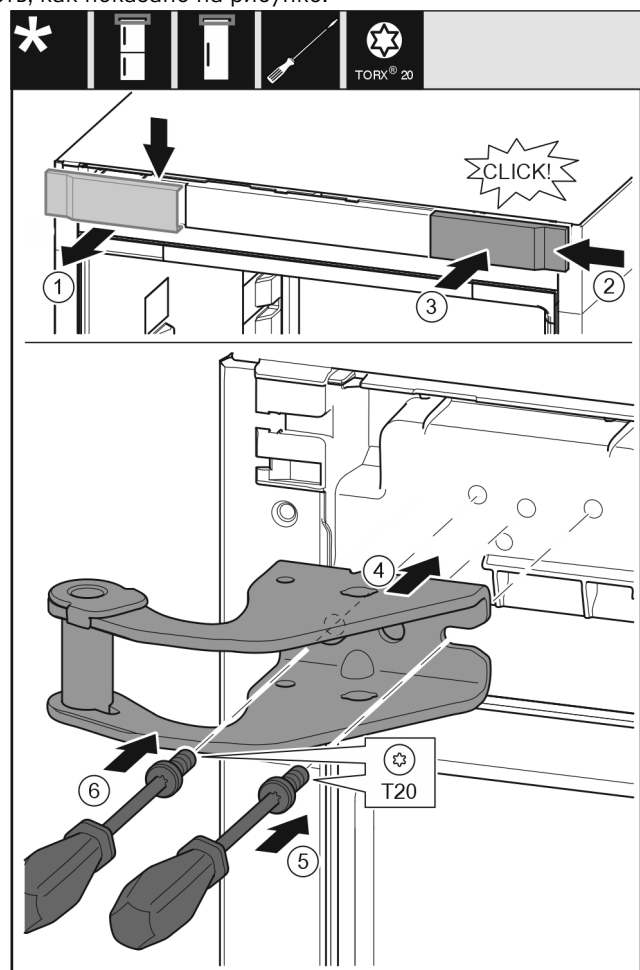

Fig. 29
- ▶ Снимите крышку сверху вперед. Fig. 29 (1)
- ▶ Навесьте крышку, повернув ее на 180°, справа с другой стороны. Fig. 29 (2)
- ▶ Зафиксируйте крышку. Fig. 29 (3)
- ▶ Установите верхний опорный кронштейн. Fig. 29 (4)
- ▶ Установите и затяните винт отверткой T20. Fig. 29 (5)
- ▶ Вставьте и затяните винт отверткой T20. Fig. 29 (6)